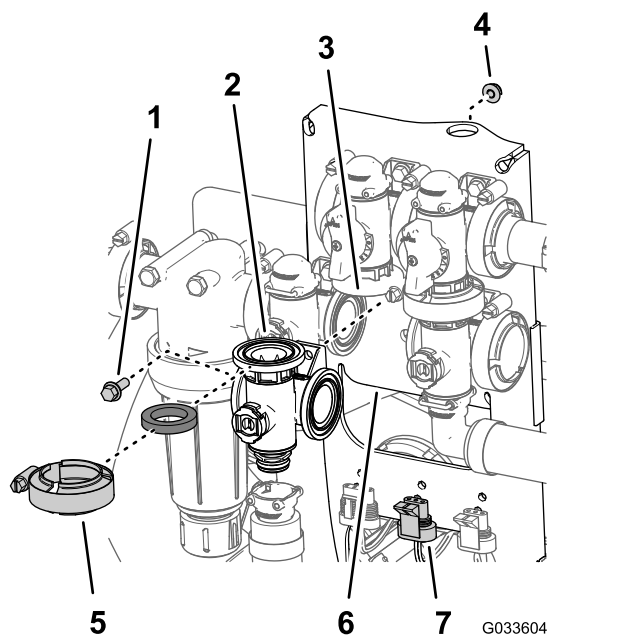

Figura 127
1. Alinee la brida del distribuidor de la válvula de agitación, una junta y la brida del la válvula de desvío de agitación (Figura 127).
9. Monte la válvula de agitación en el soporte de la válvula con el perno con arandela prensada y la contratuerca con arandela prensada (Figura 127) que retiró en el paso 3 de Retirada de la válvula multivía de agitación \(página 84\), y apriete el perno y la tuerca a 10–12 N·m.